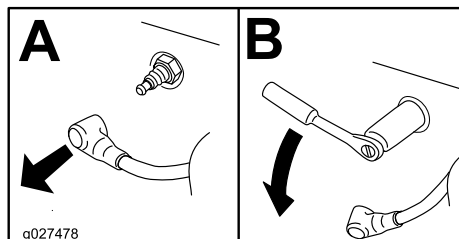

Figure 56
4. Localisez et retirez la ou les bougies comme montré à la Figure 56.